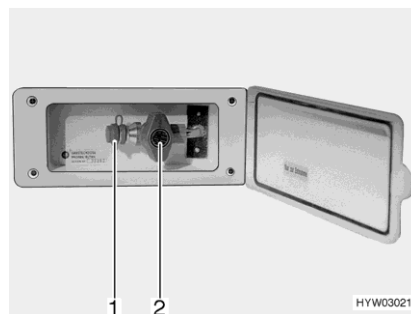

Bild 111 Externer Gasanschluss
- Externes Gasgerät an der Anschluss-Stelle (Bild 111,1) anschließen.
- Das Gasabsperrentil (Bild 111,2) öffnen.